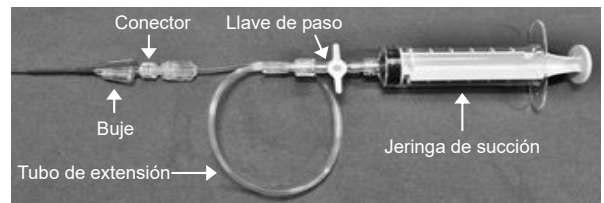

Figura 1. Montaje de Thrombuster II y del Kit de Jeringa (con guía central)
- b) Fije el Kit de jeringa al conector de la guía central de este catéter, tal y como se muestra en la Figura 1.